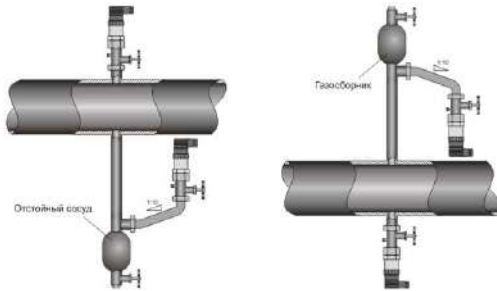

Рисунок 2. Монтаж датчика для измерения давления газа (слева) и жидкости (справа).
4.4. Механическое присоединение датчиков рекомендуется производить с ориентацией, при которой соединительная линия от места отбора давления имеет односторонний уклон ($\geq 1:10$) вверх к датчику, если измеряемая среда – газ, и вниз к датчику, если измеряемая среда – жидкость (см. рис. 2.). Если это невозможно, при измерении давления газа в наивысших точках соединительных линий следует устанавливать отстойные сосуды, а при измерении давления жидкости в наивысших точках – газосборники. Отборные устройства для установки датчиков рекомендуется монтировать на прямолинейных участках, на максимально возможном удалении от насосов, запорных устройств, колен, компенсаторов и других гидравлических устройств.